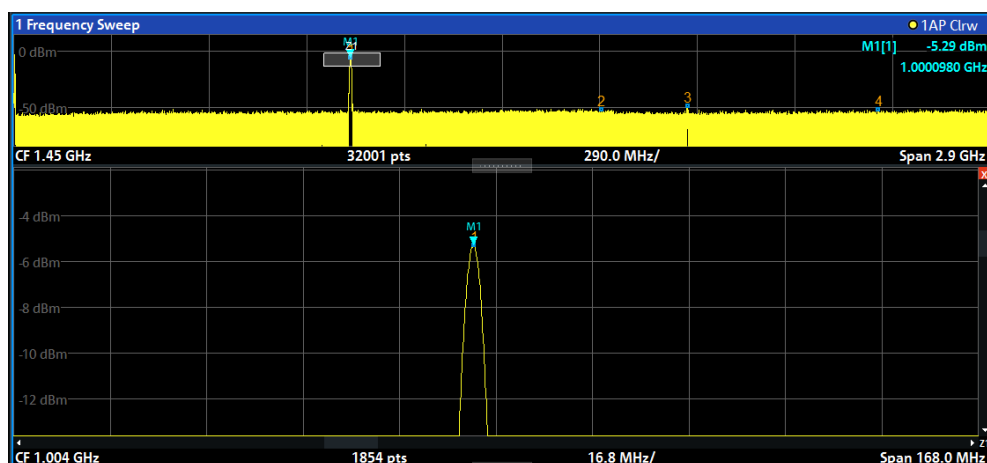

Рис. 5-17: Увеличенный пик с повышенным числом точек развертки
3. На рис. 5-17 увеличенное изображение пика отображается в виде очень толстой кривой. Эта вызвано недостаточным числом точек развертки. Отсутствующие точки развертки для увеличенного отображения интерполируются, что дает неудовлетворительный результат. Для оптимизации этого результата, мы повысим число точек развертки с 1001 по умолчанию до 32001.